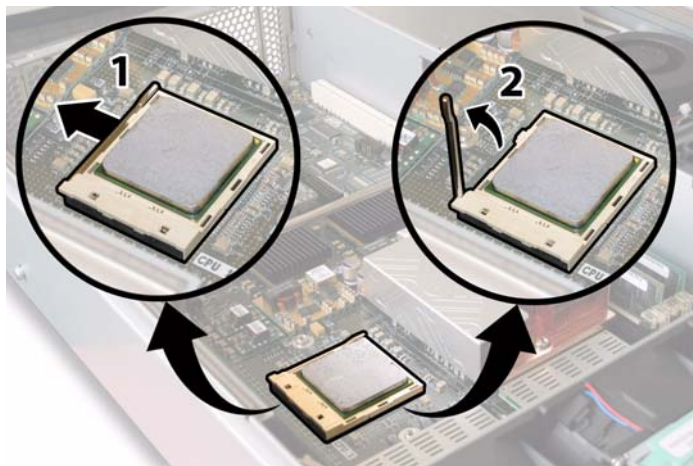

図 4-46 CPU ソケットレバーの解除
- c. ソケットからソケットレバーをわずかに引き出します。図 4-46 を参照してください。